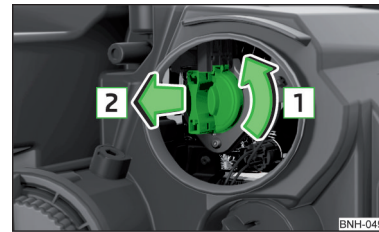

Abb. 174
- Den Sockel bis zum Anschlag in Pfeilrichtung **1** drehen » Abb. 174.